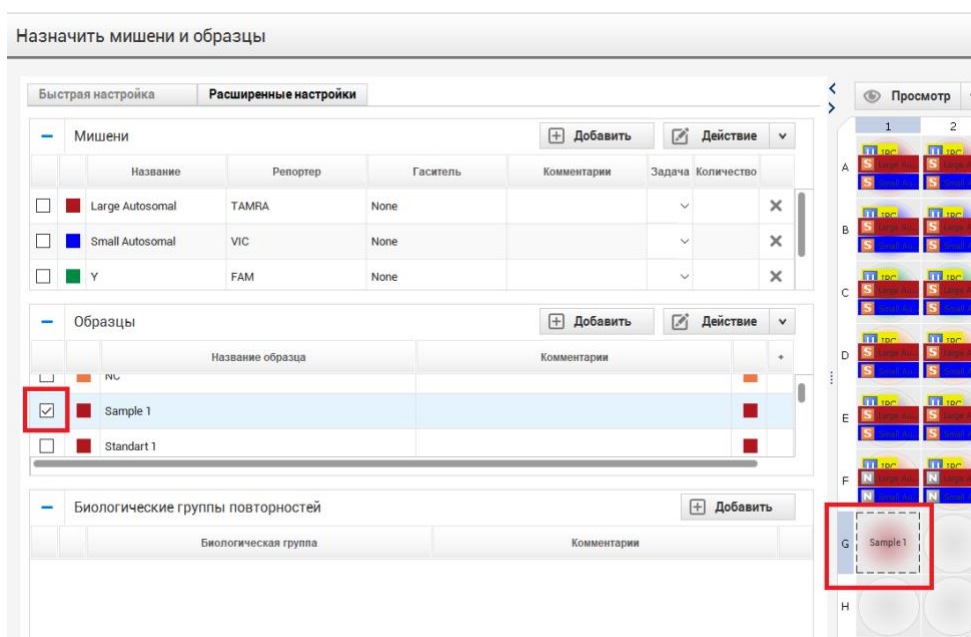

Рисунок 62
5. Применить название исследуемого образца к конкретной лунке плашки (рисунок 62).